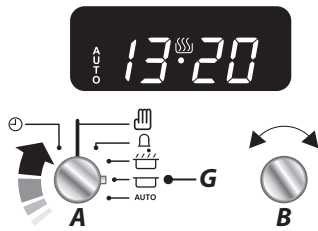

Abb.2.6
2. Drehen Sie den Einstellknopf (B) auf die gewünschte Zeitdauer. Das Display zeigt nun die aktuelle Uhrzeit sowie die gewünschte, eingestellte Zeitdauer an (**Abb.2.6**).